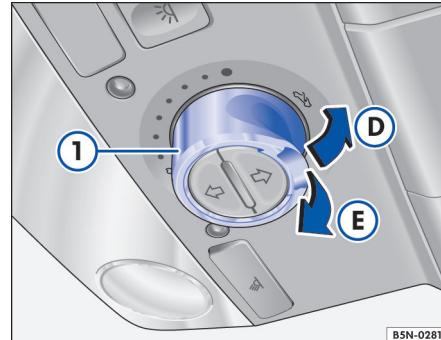

图 29 车顶局部视图：全景天窗倾斜开启
沿箭头①方向短按开关①的后部 → 图 29 将天窗倾斜开启到最大位置。再次按压开关可中断此过程。
如需强制关闭因防夹功能激活而重新打开的全景天窗：在约 5 秒钟内下拉旋转开关①的后部→图 29（箭头⑤），直至全景天窗完全关闭。必须注意，此时全景天窗在关闭过程中没有防夹功能。